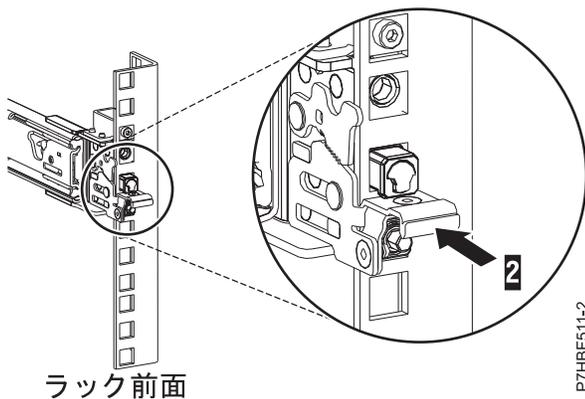

図 6. ラックの前面レールに取り付けられたラッチ
7. スライド・レールを前方に引きながら、3つのピンがラックの穴から突出していることを確認した後に前面ラッチ (2) を最後まで押し込みます。詳しくは、図 6を参照してください。